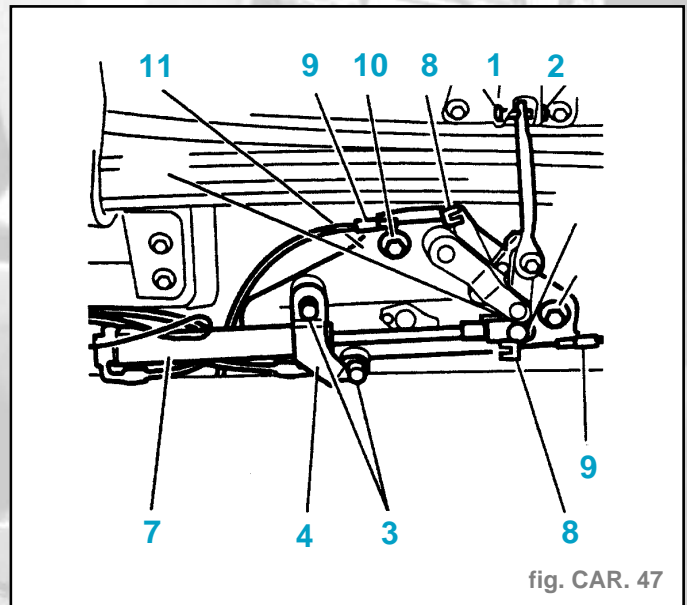

fig. CAR. 47
- Déposer (fig. CAR. 47) :
- l'agrafe (1),
- l'axe (2),
- les fixations (3),
- le support (4),
- l'agrafe (5),
- l'axe (6),
- le vérin (7),
- les agrafes (8).
- Dégraffer les passe-gaines (9).